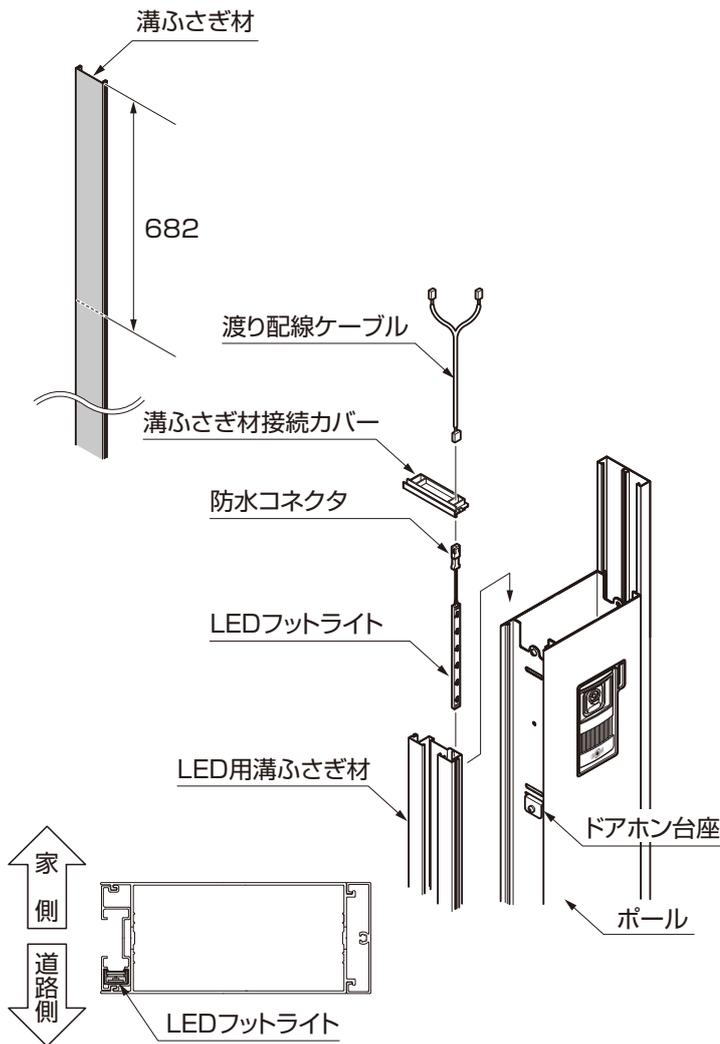

図8-1
- ①サイン台座をカバー材にスライドして、【2-1】【2-3】でポール、カバー材に固定してください。ACアダプター使用の際は、配線を図8-1のように納めてください。